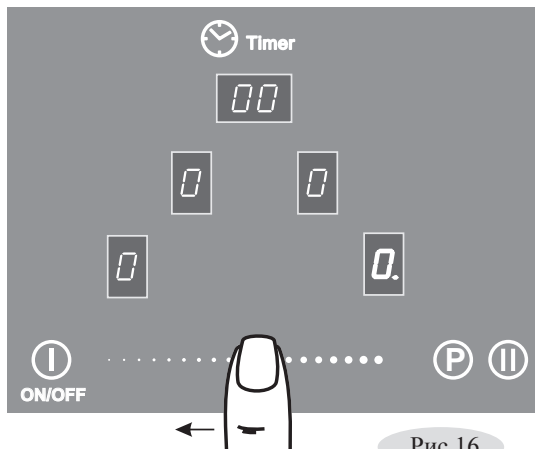
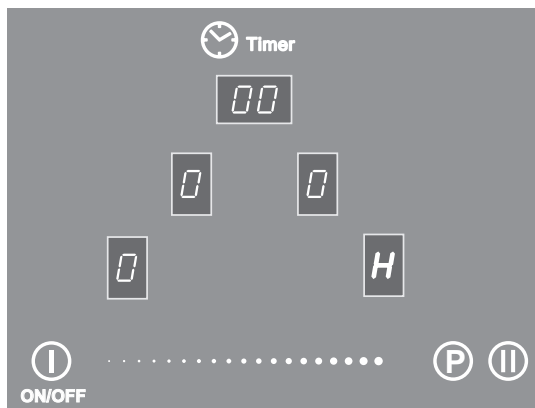

Рис.16
Рис.17
1. Работавшую конфорку перевести касанием зоны ② в режим управления.
2. Перемещая палец по поверхности ④ (рис. 16), установить в окне индикации значение «0» - конфорка отключится. В окне ③ будет светиться буква «Н», указывающая, что конфорка еще горячая (рис. 17).
После выключения конфорки в окне индикации ③ (рис. 17) высвечивается буква «Н» (от англ. hot – «горячий»). Индикация «Н» гаснет, когда температура рабочей зоны становится безопасной.